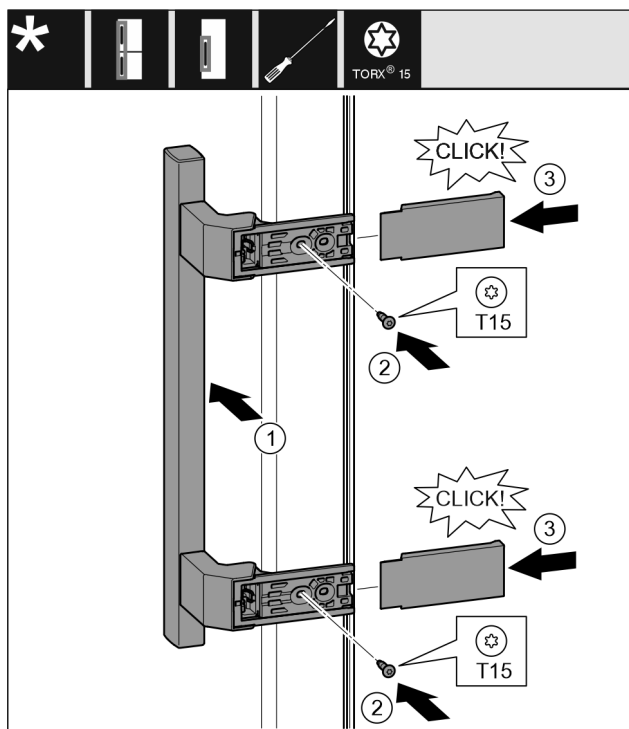

Fig. 15
- Pielieciet rokturi pretējā pusē. Fig. 15 (1)
- Pieskrūvējiet skrūves ar skrūvgriezi T15. Fig. 15 (2)
- Pielieciet un uzbīdiet sānos pārseģus. Fig. 15 (3)